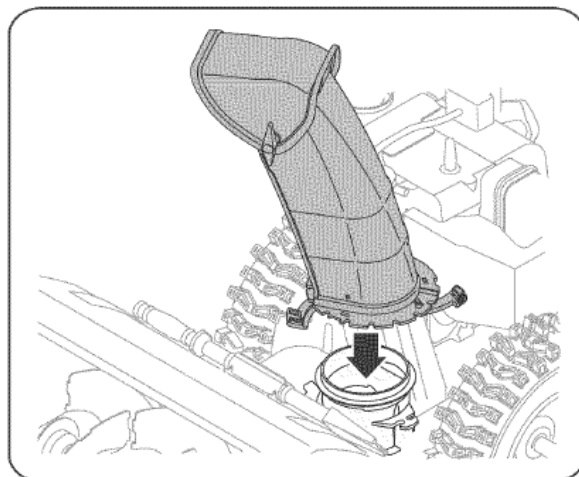

Рисунок 3
- 4) Установите желоб на основание (смотри рисунок 3).